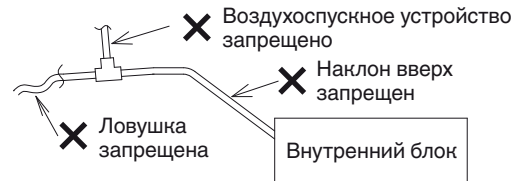

Рис. 3-7
(2) Ограничения соединения дренажной трубы
- Не устанавливайте дренажную трубу с наклоном вверх от соединения с дренажным портом. Это приведет к обратному потоку дренажной воды и утечке из блока, когда он не работает. (Рис. 3-7)
- Не устанавливайте воздухопускное устройство, поскольку это может привести к разбрызгиванию воды из выходного отверстия дренажной трубы. (Рис. 3-7)
- Не устанавливайте U-образную ловушку или колоколообразную ловушку посередине дренажной трубы. Это приведет к возникновению аномального звука. (Рис. 3-7)